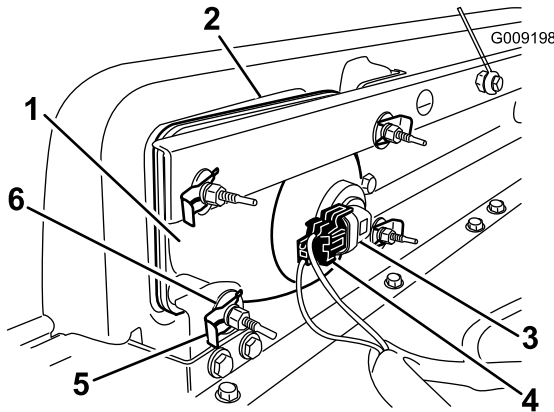

Figura 40
1. Desconecte el conector eléctrico del arnés de cables del conector del conjunto de la lámpara (Figura 40).
2. Retire los conectores rápidos y las arandelas que sujetan el faro al soporte del faro (Figura 40).
3. Retire el faro desplazándolo hacia adelante y pasándolo por el hueco del parachoques delantero (Figura 40).
4. Introduzca el faro nuevo a través del hueco del parachoques (Figura 40). Asegúrese de que las clavijas quedan alineadas con los taladros del soporte de montaje, detrás del parachoques.
6. Conecte el conector eléctrico del arnés de cables al conector del conjunto de la lámpara (Figura 40).